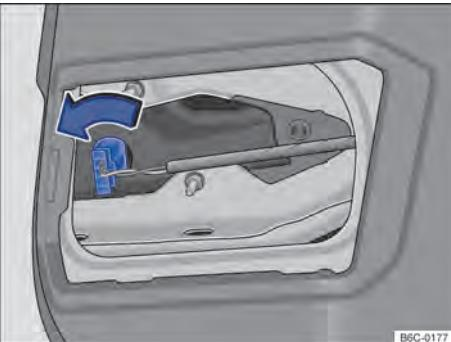

Fig. 135 Na tampa traseira: desisntalar o suporte da lâmpada.
4. Girar o suporte da lâmpada →  Fig. 135 até o batente no sentido anti-horário e desencaixar do alojamento.